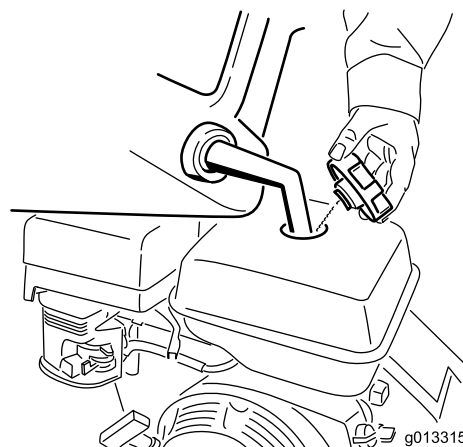

Figure 8
3. Nettoyez la surface autour du bouchon du réservoir de carburant et enlevez le bouchon (Figure 8).